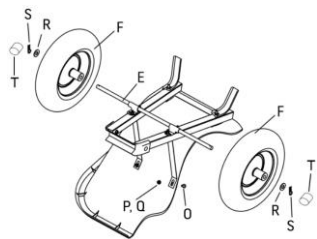

fig. 8
16. Glissez l'essieu (E) dans les deux supports d'essieu (fig. 8).
17. Installez la roue complète (F) et ensuite une rondelle plate (R) sur le bout de l'essieu (fig. 8).
18. Fixez solidement en installant la goupille fendue (S) dans le trou au bout de l'essieu (fig. 8).
20. Utilisez les boulons de 8 x 20 mm et les rondelles-frein et écrous pour fixer les dessus des supports de cuve à la cuve (fig. 8).
22. Installez les chapeaux d'essieu (T) (fig. 8).